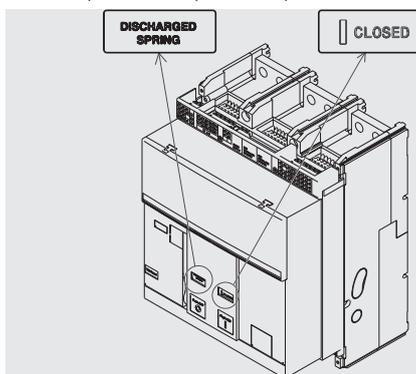

Figura 22
5. Controlar que el interruptor esté cerrado (indicador abierto/cerrado "I - CLOSED") y controlar que los resortes estén descargados (indicador resortes "blanco - DISCHARGED SPRING") como indicado en Figura 22.